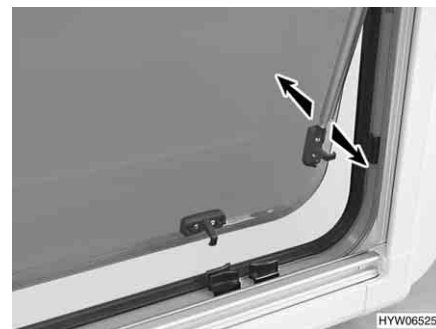

Fig. 59 Finestra apribile con deflettore automatico
- Aprire la finestra apribile fino al punto di arresto desiderato. Il deflettore automatico (Fig. 59) si innesta automaticamente in posizione.